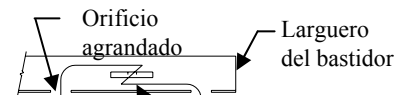

Figura 2. Ejemplo del procedimiento del cable de halar. Enrosque el cable de halar para mantener el espaciador independiente del perno
①	Cant. (4)	Perno de carruaje 7/16-14 X 1.25	③	Cant. (4)	Arandela cónica
②	Cant.(4)	Espaciador	④	Cant. (4)	Tuerca 7/16-14
1. Desprenda ambos (2) ganchos de caucho posteriores del silenciador para bajar el escape.
3. Introduzca el cable de halar a través del orificio recién agrandado, una el espaciador y el perno e introduzca uno a la vez en el larguero del bastidor. Deje el cable de halar unido. Repita en ambos largueros del bastidor como se muestra en la Figura 2.